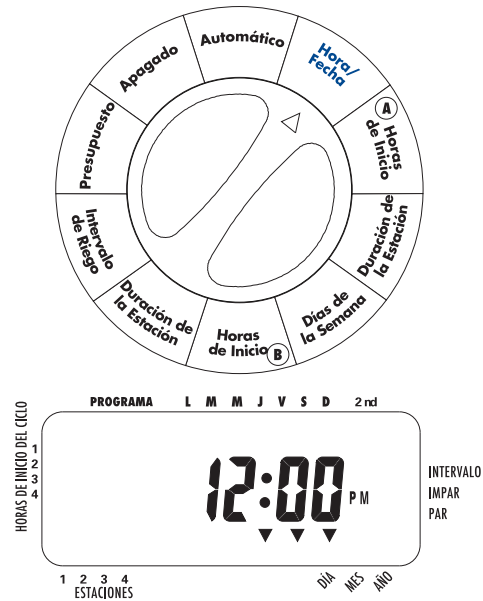

Figura 1: pantalla LCD con información circundante
- En la pantalla aparecerá la lectura 12:00 PM con tres flechas que apuntan al año, mes y día. [Ver Figura 1]